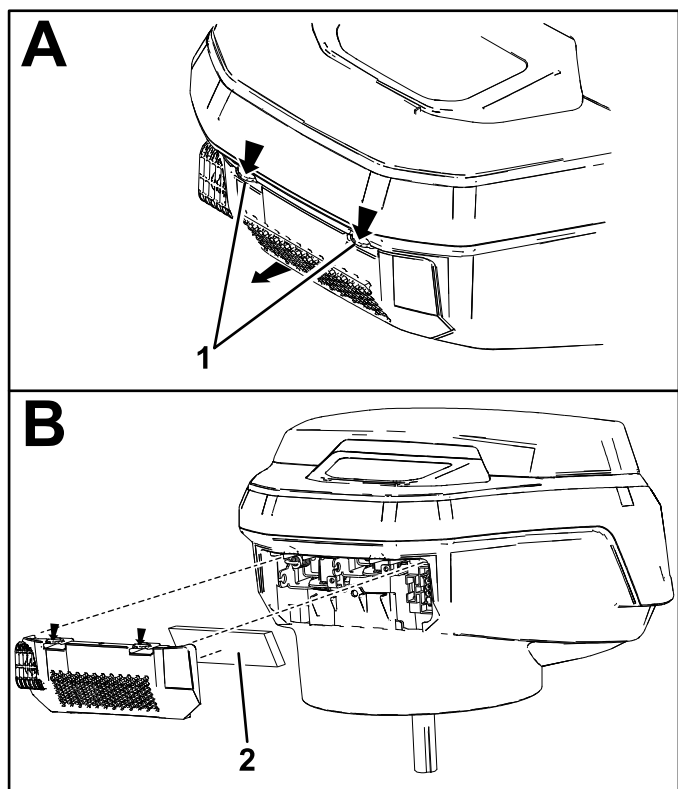

Figura 25
2. Sganciate e rimuovete il coperchio e il filtro in schiuma sintetica. Pulite entrambi accuratamente (Figura 25).